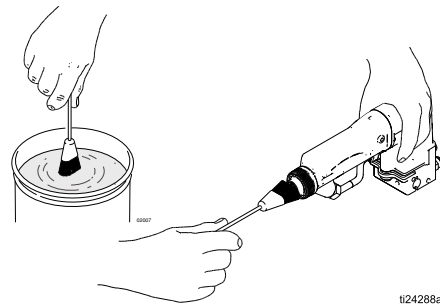

图 13. 清洗喷枪前端
1. 确保涡轮空气 (TA) 已关闭。
3. 卸下固定环 (24)、空气帽/喷嘴护罩 (25)、喷嘴 (3) 和喷枪保护罩 (26)。请参见第 33 页。
4. 将软毛刷的一端蘸上兼容溶剂后，用刷子清洗喷枪前端。避免任何溶剂进入通道。只要可能，清洗时，喷枪朝下指。参见图 13。